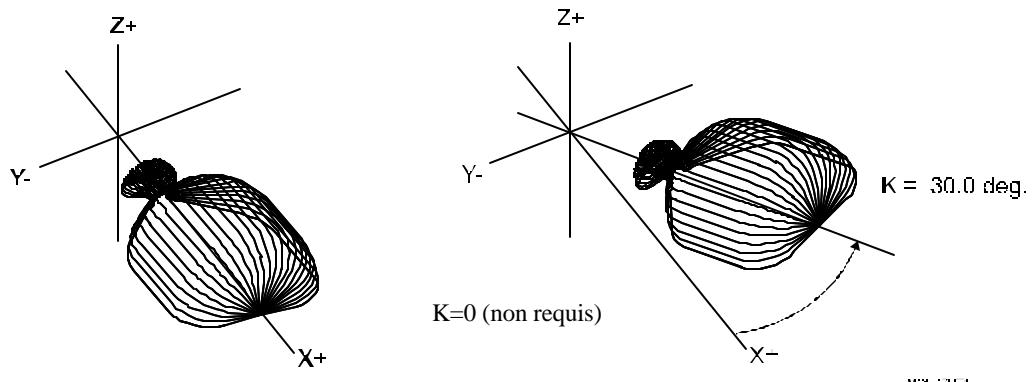

Figure 5-23, Pour tourner les rotations de moules XY autour de Z
Voir **Figure 5-23, Pour tourner les rotations de moules autour de Z** Les rotations d'axes X et Y peuvent être tournés autour de l'axe Z en introduisant un angle Z (K).